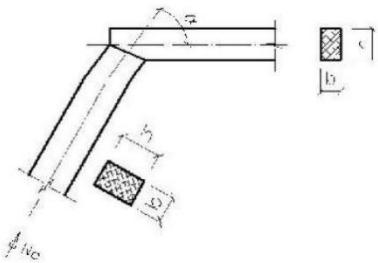

Рисунок 4. Наклонный лобовой упор
4.2 Проверить прочность при смятии наклонного лобового упора торцов подвеса и ригеля из брусьев сечением  $b \times h$  (или круглого диаметром  $d$ ), соединенных под углом  $\alpha$ . Конец подвеса обрезан под прямым углом к оси и в нем действует продольная сжимающая сила  $N_c$ . Опорный конец ригеля обрезан под углом  $\alpha$  к его оси (рисунок 4).